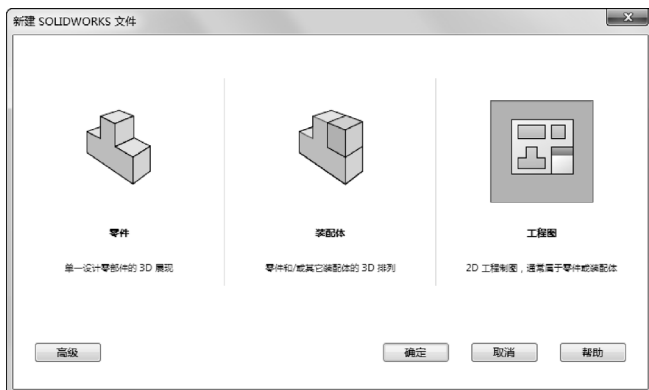

图 12-47 “新建 SOLIDWORKS 文件”对话框
1) 新建文件。进入 SOLIDWORKS 2018, 选择菜单栏中的“文件”→“新建”命令或单击“标准”工具栏中的 (新建)按钮, 在弹出的“新建 SOLIDWORKS 文件”对话框中(图 12-47)单击“工程图”按钮, 新建工程图文件。